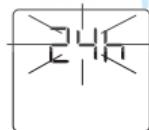

Abbildung 3-1
- c. Im Uhrzeit- und Datumseinstellungsmodus blinkt zuerst das Zeitformat, siehe Abbildung 3-1. Wenn das Gerät kein Messergebnis für den aktuellen Benutzer gespeichert hat, ist das Standardzeitformat 24h (europäische Version) und das Standarddatum und die Standardzeit sind 2016-1-1 12:00. Andernfalls entsprechen das Standardzeitformat, die Uhrzeit und das Datum den Einstellungen des letzten Messergebnisses.